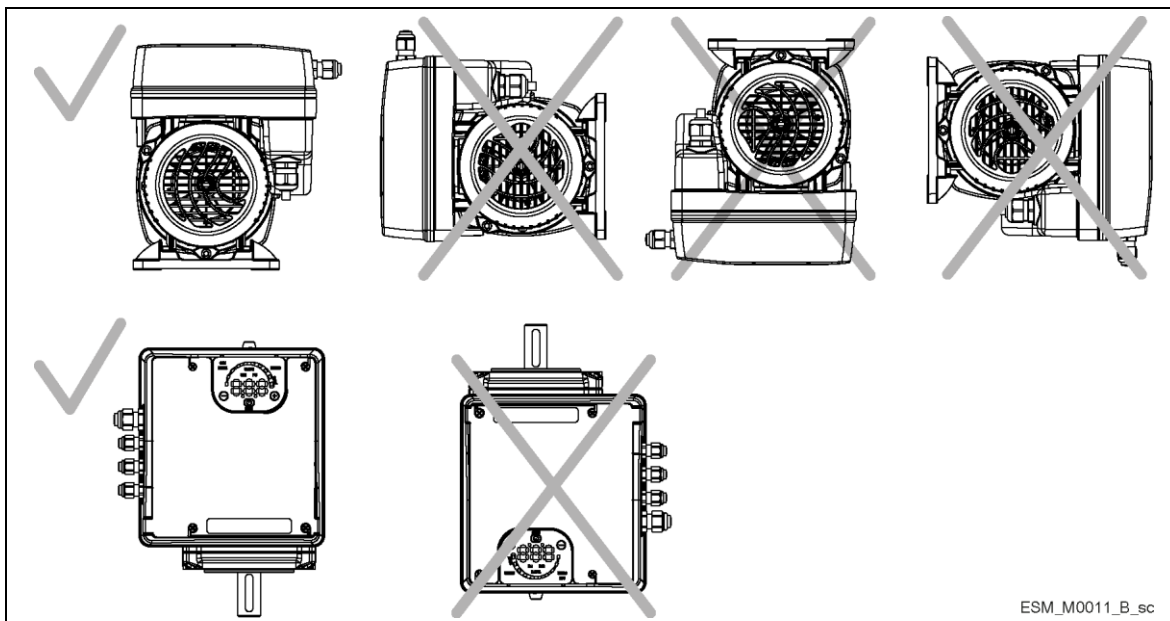

Figure 7 : Positions autorisées
- Placer l'unité comme indiqué dans la Figure 7